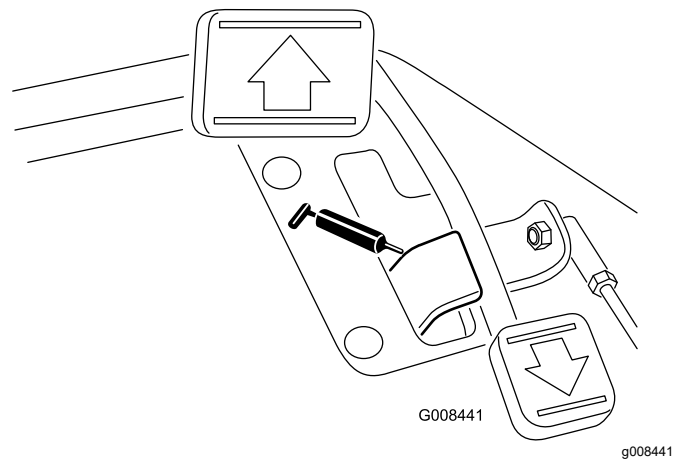

Рисунок 28
- Шарнир педали управления тягой (1) (Рисунок 28)